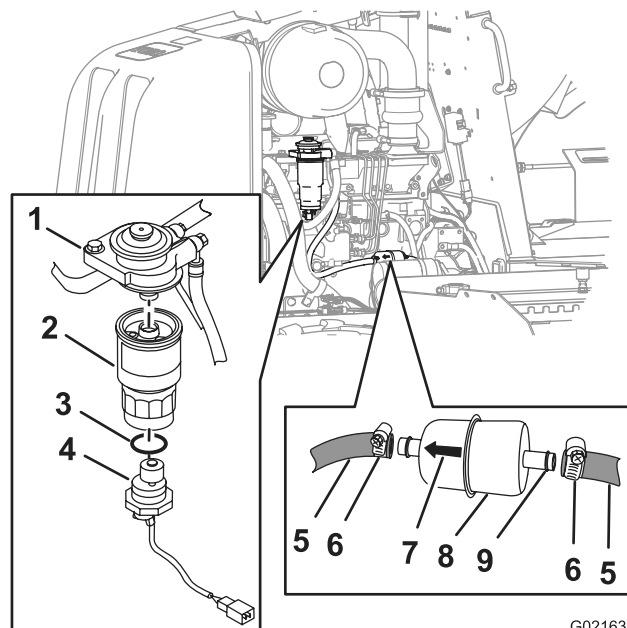

Figura 53
- C. Afferrate saldamente l'elemento del filtro carburante secondario, ruotate il sensore della condensa in senso antiorario e rimuovetelo (Figura 53).
- D. Afferrate saldamente l'elemento del filtro carburante secondario, ruotatelo in senso antiorario e rimuovetelo dall'adattatore del filtro (Figura 53).
- B. Allineate il nuovo elemento del filtro secondario sull'adattatore (Figura 53).
- D. Fate scivolare l'O-ring sul sensore della condensa (Figura 53).
- E. Allineate il sensore della condensa alla base del filtro del carburante secondario (Figura 53).
F. Afferrate saldamente l'elemento del filtro carburante secondario e ruotate il sensore della condensa in senso orario fino a che risulta serrato a mano (Figura 53).
3. Allentate le fascette stringitubo e separate il filtro del carburante principale dai flessibili dell'alimentazione (Figura 53).
4. Allineate il nuovo filtro del carburante principale con i flessibili con la freccia stampata sul filtro rivolta in avanti (Figura 53).
5. Fate scivolare i flessibili sui raccordi del filtro del carburante principale e serrate le fascette stringitubo (Figura 53).